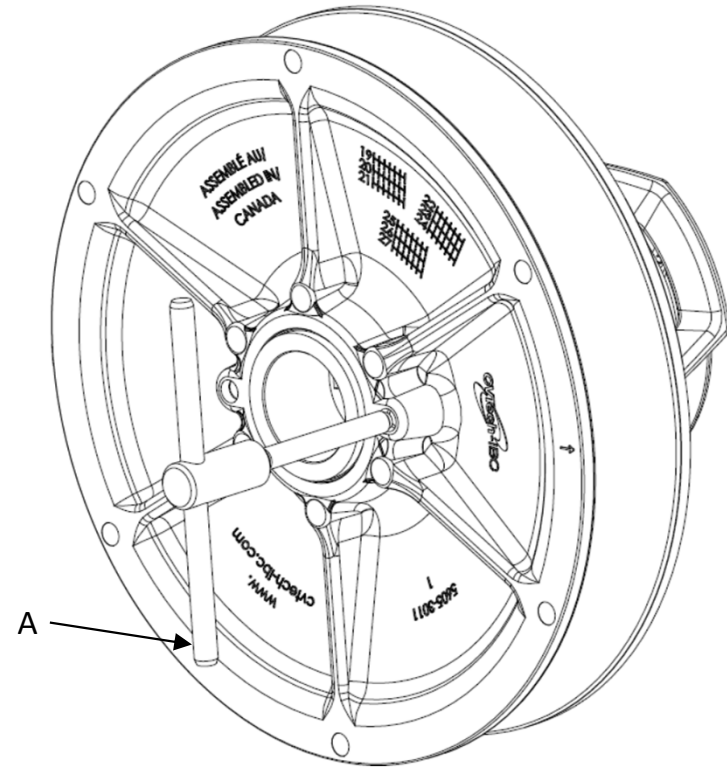

Figure 13
- Si la courroie est installée, vissez l'écarteur de flasque "A" dans le trou fileté, comme illustré à la figure 13, pour retirer la courroie.